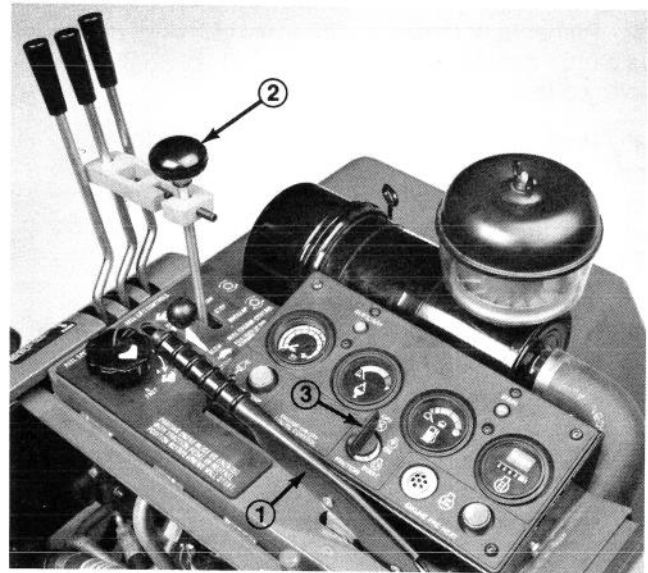

Figure 15
2. Prendre place sur le siège et enclencher le frein de stationnement (Fig. 15). Tourner la clé et essayer de démarrer le moteur avec le levier de tonte/affûtage (Fig. 15) à la fois en position MOW (TONTE) et en position BACKLAP (AFFUTAGE). Si le moteur se lance, une défaillance existe qui doit être immédiatement réparée. Si le moteur ne se lance pas, la commande d'entraînement de l'unité de coupe fonctionne correctement.
3. Prendre place sur le siège et débloquer le frein de stationnement (Fig. 15). Tourner la clé et essayer de démarrer le moteur avec le levier de tonte/affûtage (Fig. 15) à la position STOP. Si le moteur se lance, une défaillance existe qui doit être réparée immédiatement. Si le moteur ne se lance pas, la commande de frein fonctionne correctement.
4. Enclencher le frein de stationnement (Fig. 15), démarrer le moteur, abaisser les unités de coupe. Placer le levier de tonte/affûtage (Fig. 15) sur MOW. Se soulever du siège – le moteur devrait s'arrêter dans les secondes qui suivent, ce qui indique le bon fonctionnement du système de sécurité. Se soulever aussi du siège lorsque le levier est sur BACKLAP. Le moteur devrait s'arrêter, ce qui indique le bon fonctionnement du système de sécurité. Si le moteur ne s'arrête pas, une défaillance existe qui doit être réparée immédiatement.